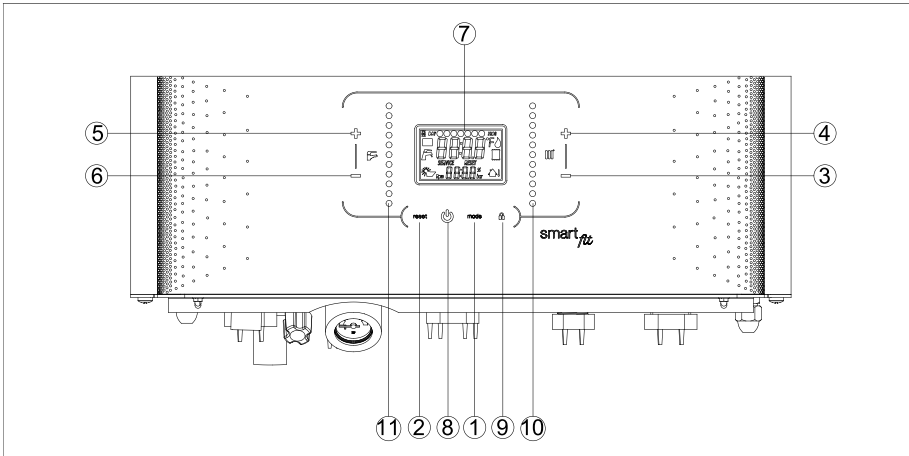

Abbildung 1. Bedienfeld
Berühren Sie die Taste (1) (Abbildung 1), um Ihr Kombigerät im „SOMMER“-Modus zu betreiben und achten Sie darauf, dass der Symbol für Wasserhahn (F) ständig auf der Anzeige aufleuchtet. In dieser Modus funktioniert das Kombigerät nur für die Warmwasseranlage. Bei jedem Bedarf an Warmwasser wird das automatische Zündsystem den Brenner anzünden. Bei einer Flammenbildung in der Brennkammer wird das Symbol (flamme) auf der Anzeige erscheinen. Beim Warmwasserverbrauch sieht man, dass das Wasserhahnsymbol (F) auf der Anzeige blinkt.
Berühren Sie die Taste (1) (Abbildung 1), um Ihren Kombi im „WINTER“-Modus zu betreiben und achten Sie darauf, dass die Symbole für Wasserhahn () und Heizkörper () ständig auf der Anzeige aufleuchten. In dieser Modus wird das Kombigerät für die Warmwasserbereitung und Heizanlage arbeiten. Bei jedem Bedarf an Warmwasser oder Heizung wird das automatische Zündsystem den Brenner anzünden. Bei einer Flammenbildung in der Brennkammer wird das Symbol () auf der Anzeige erscheinen. Auf der Anzeige wird angezeigt, dass das Wasserhahnsymbol () blinkt, wenn Warmwasser verwendet wird, und das Heizkörpersymbol (), wenn Heizwasser benötigt wird.
Berühren Sie die Taste (1) (Abbildung 1), um Ihren Kombi im „NUR HEIZUNG“-Modus zu betreiben und achten Sie darauf, dass nur der Symbol für Heizkörper () ständig auf der Anzeige aufleuchtet.
- Bei einer Versorgung des Gerät mit Strom, wird „OFF“ auf der Anzeige erscheinen. Durch das Berühren der Modus-Taste (1) (Abbildung 1) kann jeweils zwischen SOMMER, WINTER, NUR HEIZUNG und AUS umgeschaltet werden.
- Stellen Sie sicher, dass auf der Anzeige (7) (Abbildung 1) keine blinkenden Ziffern angezeigt werden (siehe Fehlercodes). Sollte eine E04-Störung auf der Anzeige (7) erscheinen, bedeutet dies, dass sich kein Wasser im Kombigerät befindet. In einer solchen Situation füllen Sie die Anlage mit Wasser, beschrieben wie im „Kapitel 2.6“.
Die Heiztemperatur wird mit den Tasten (3) und (4) eingestellt (Abbildung 1).
- Durch das Berühren der Taste (3) wird die Heisolltemperatur gesenkt.
- Durch das Berühren der Taste (4) wird die Heisolltemperatur erhht.
- Durch Antippen mit einer Gleitbewegung (10) wird die eingestellte Heisolltemperatur erhht oder gesenkt.
Die Warmwassertemperatur wird mit den Tasten **(5)** und **(6)** eingestellt (Abbildung 1).
In diesem Kapitel befindet sich eine Liste der Codes der Fehler, die auftreten können, welche auf der Anzeige Nr. (7) des Kombigeräts (siehe Abbildung 1) angezeigt werden, sowie die entsprechenden Symptome und die Maßnahmen, die der Betreiber zum Zurücksetzen (Reset) des Kombigeräts ergreifen kann.
- Schalten Sie das Gerät mit der Taste (8) (Abbildung 1) auf dem Bedienfeld aus und wieder ein. Warten Sie, bis die Anlage selbst startet. Sollte der Fehler **E01** erneut auftreten, schalten Sie das Gerät aus und wieder ein. Dieser Schritt wird vorgenommen, um sicherzustellen, dass das Gas in den Rohren zum Gerät weitergeleitet wird.